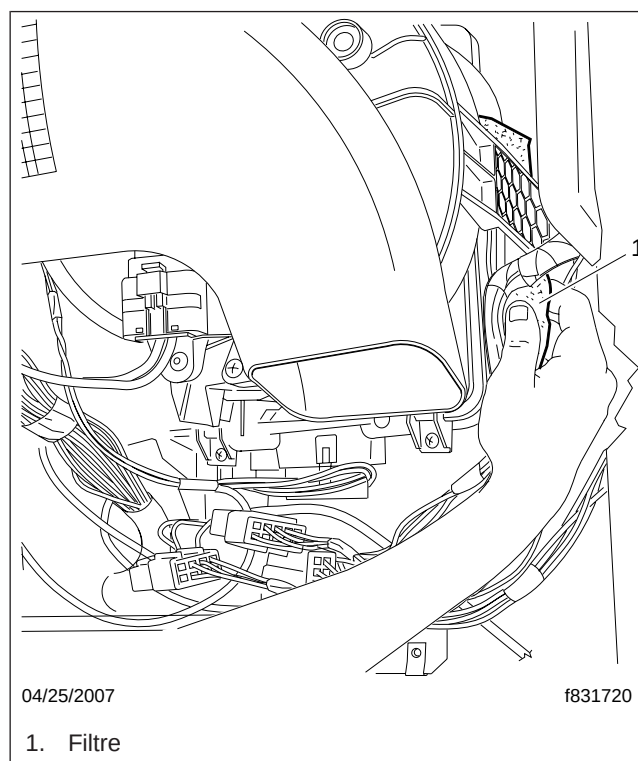

Fig. 7, Retrait du filtre
4. Retirez le filtre de la niche d'admission à l'arrière du plenum. Dégagez-le le long du rebord inférieur de la niche, et tirez-le directement vers le bas. Voir la figure 7.